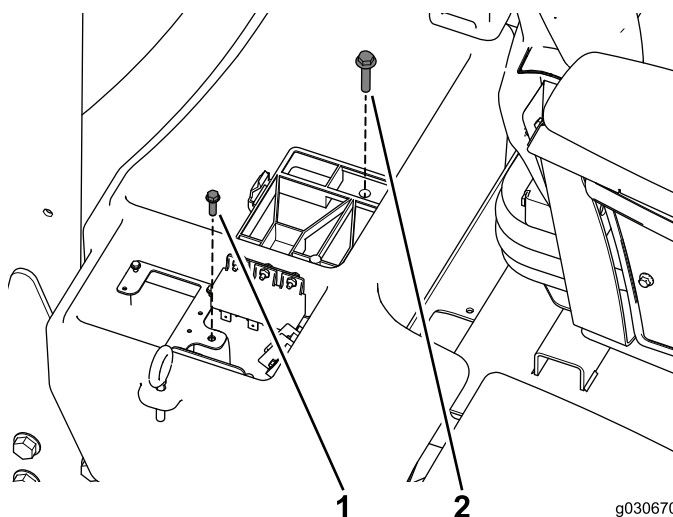

Figura 3
4. Rimuovete la vite che fissa la piastra del cablaggio preassemblato e il bullone che fissa il vano batteria (Figura 3) e metteteli da parte.